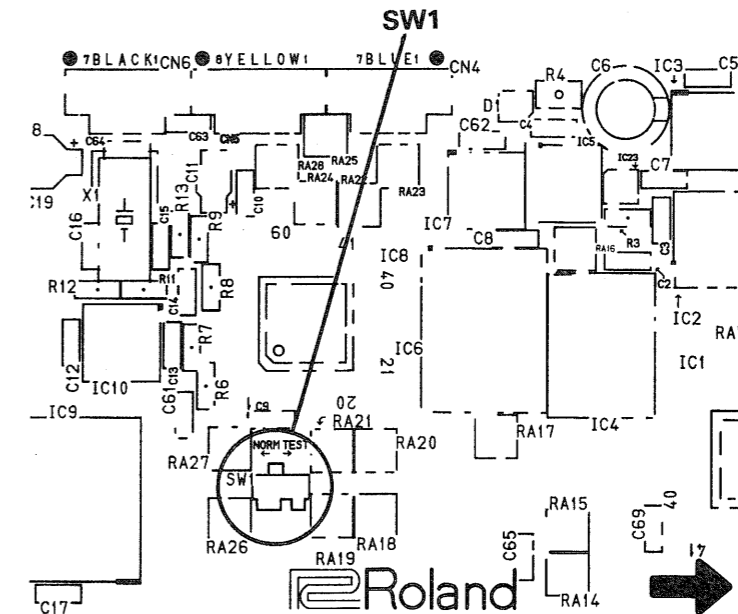

Fig. 2/図2
- a). Set the mode switch (SW1: for its position, see Fig. 2) on the main board to the "TEST" position.
Set the mode switch (SW1: for its position, see Fig. 2) on the main board to the "NORM" position, and switch the power on again.
- a). MAIN BOARD 上のモードスイッチ (SW 1 : 位置は、図2参照)を"TEST"側に切り替えます。
MAIN BOARD 上のモードスイッチ (SW 1 : 位置は、図2参照)を"NORM"側に切り替えて、再度、電源を"ON"にします。